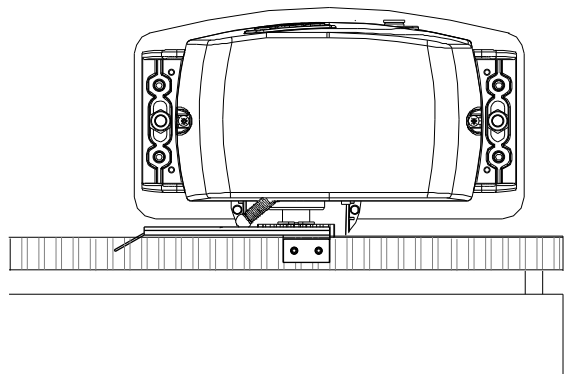
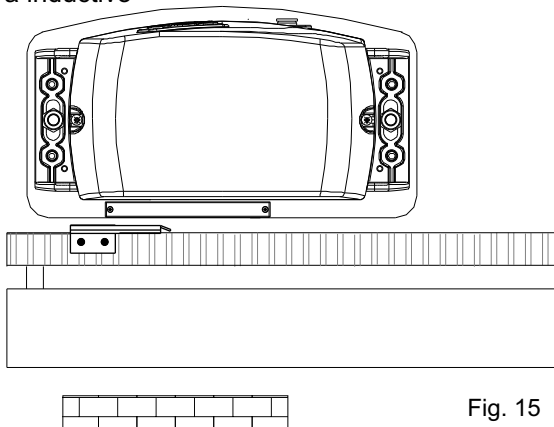

Fig. 14
Fig. 15
- Posicionar la plaquita sobre la cremallera en modo de tener el final de carrera (palanquita en caso de final de carrera mecanico (Fig. 14); flechitas de indicacion puestas y en caso de final de carrera inductivo (Fig. 15)) en correspondencia con el punto x que se encuentra a 50 mm del lado doblado de la plaquita (fig. 16) y fijarla con los tornillos en dotacion (Fig. 17).